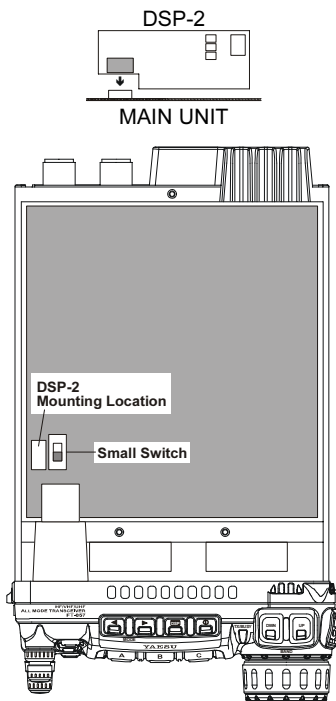

Figura 2
3. Refiérase a la Figura 2 para localizar el conector de 16 espigas de contacto e inserte la unidad **DSP-2** en ese lugar.